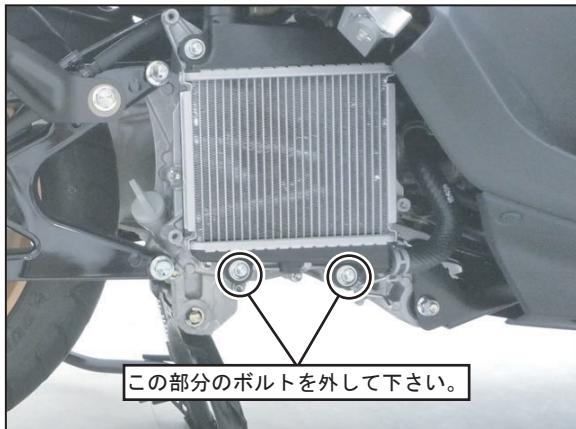

FIG. 2
3. ラジエタ下部の純正ボルト2本を外し、外したボルトを使用して⑤エキゾーストパイプステーを取り付けて下さい。 (FIG. 2, 3参照)